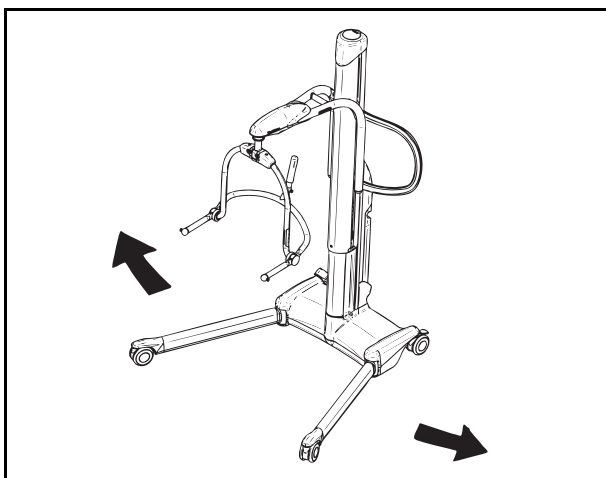

Fig. 13
(Consulte a Fig. 13) Para abrir as pernas do chassi, prima o botão "Pernas abertas" no comando manual de controlo ou no painel de controlo. Quando o botão é libertado, o movimento para e as pernas do chassi permanecem posicionadas de forma segura. Transfira sempre os pacientes com as pernas do chassi na posição fechada.
**CUIDADO:** As rodas traseiras do chassi têm travões que podem ser acionados com o pé, quando necessário (consulte a Fig. 13). Não acione os travões do chassi nesta fase, uma vez que a posição do paciente irá ajustar-se ao centro de gravidade do elevador enquanto o paciente está a ser elevado.